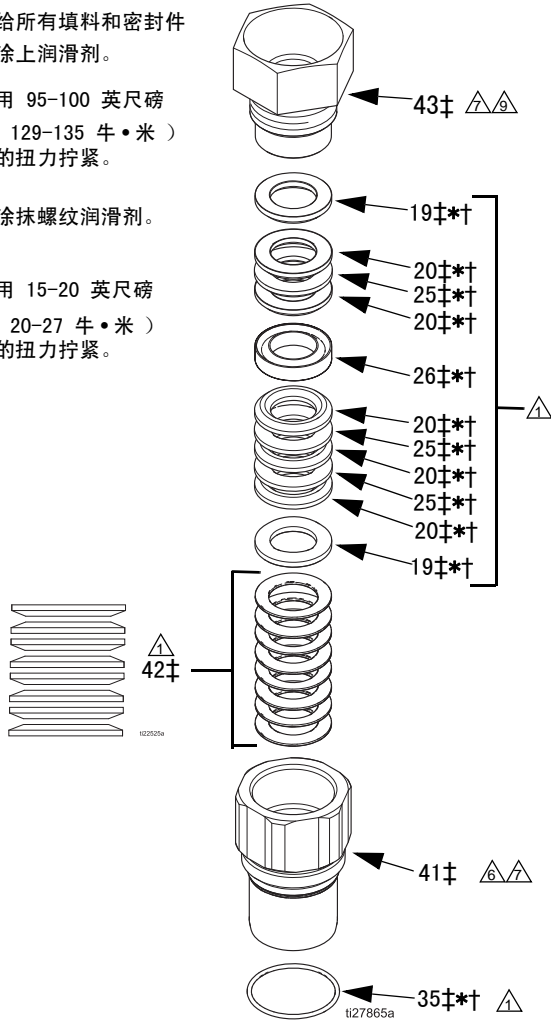

图 1. 喉管封装详细信息
2. 参见图 1，第 6 页。给喉管填料和压盖涂上润滑剂。安装外压盖（19‡*†），然后再安装五个 V 形填料，使其唇缘朝下：一个 ZX（20‡*†），一个皮革（25‡*†），再依次为 ZX、皮革、ZX 各一个。安装内压盖（26‡*†）。安装三个 V 形填料，使其唇缘朝上：ZX、皮革、ZX。安装另一个外压盖（19‡*†）。润滑和安装湿杯（43‡），用手指拧紧。